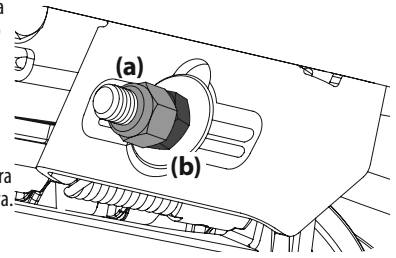

Figura 36
5. Para elevar el frente de la plataforma, extraiga la tapa de extremo, afloje la contratuerca exterior (a) y apriete (rosca hacia adentro) la tuerca interior (b) contra la ménsula de suspensión delantera. Consulte la Figura 36. Una vez alcanzado el ajuste adecuado, vuelva a ajustar la contratuerca exterior (a) y vuelva a colocar la tapa de extremo.
6. Para bajar el frente de la plataforma, extraiga la tapa de extremo, afloje la contratuerca exterior (a) y afloje (rosca hacia afuera) la tuerca interior (b) alejándola de la ménsula de suspensión delantera. Consulte la Figura 36. Cuando se logre el ajuste correcto, vuelva a apretar la contratuerca exterior (a) hasta 57 pies-libras. (77.28 N-m) y vuelva a colocar la tapa de extremo.